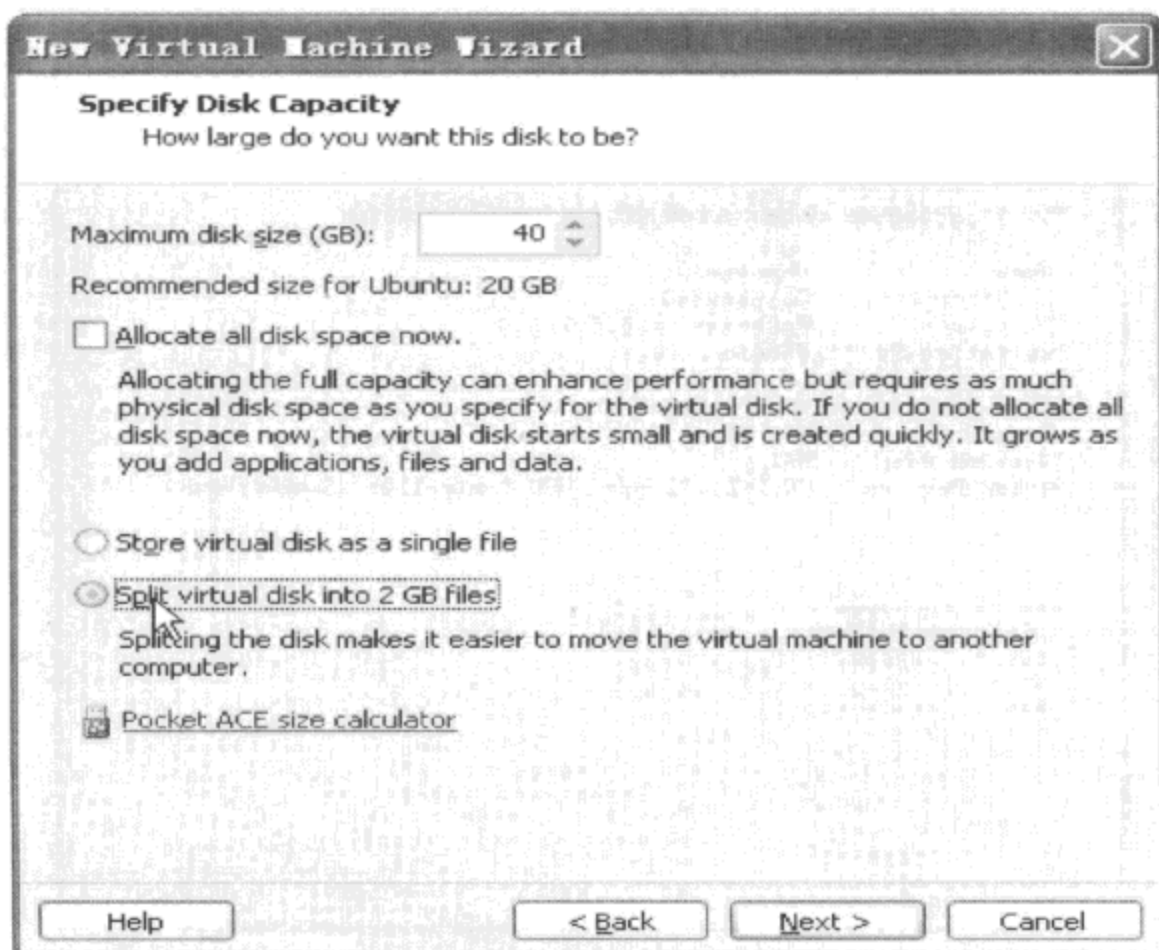

图 4-13 指定虚拟硬盘容量
② 图 4-13 中选择 Split virtual disk into 2GB files 选项,表示使用多个小于 2 GB 的文件来表示一个很大的硬盘。如果 Windows 的硬盘格式为 FAT32,请务必选择此选项,因为 FAT32 支持的最大文件大小为 4 GB,否则虚拟机将无法启动;如果是 NTFS 格式,就无需选择这个选项。